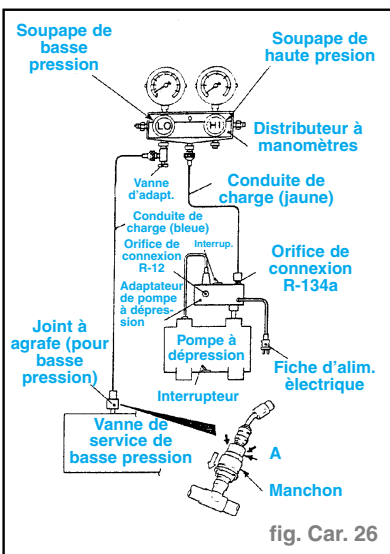

fig. Car. 26
- Les poignées de la vanne d'adaptateur étant tournées à fond dans le sens inverse des aiguilles d'une montre (vanne fermée), poser la vanne d'adaptateur sur le côté de basse pression du distributeur à manomètres. (fig. Car. 26)